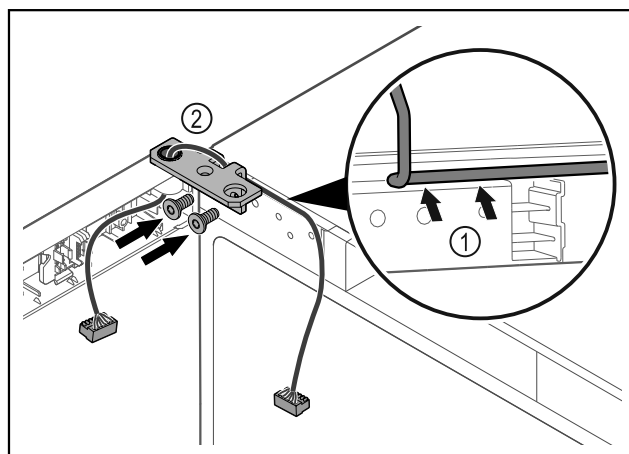

Fig. 40
- Introdurre il cavo nel foro della cerniera angolare e posarlo con cautela Fig. 40 (1).
- Avvitare la cerniera angolare Fig. 40 (2).